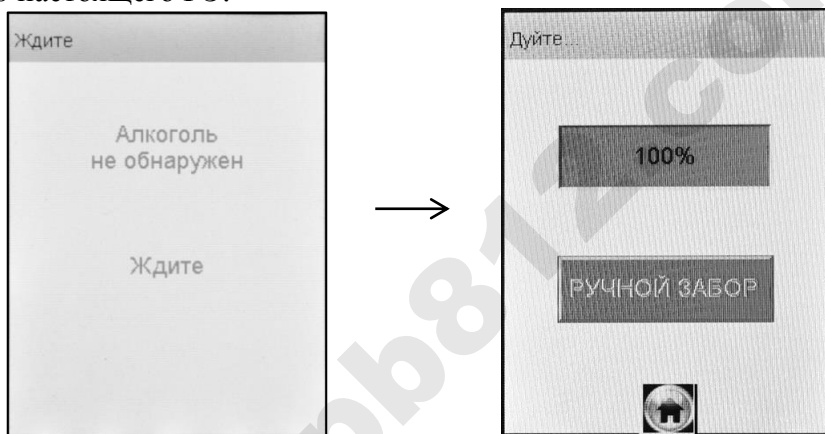

Рисунок 15 – Готовность к отбору пробы
которые могут оказать влияние на показания анализатора, в окружающем воздухе, в заборной системе анализатора и в мундштуке (рисунок 15, слева):
– при положительном результате проверки (при отсутствии этанола и других компонентов), анализатор перейдет в режим готовности к отбору пробы (рисунок 15, справа);